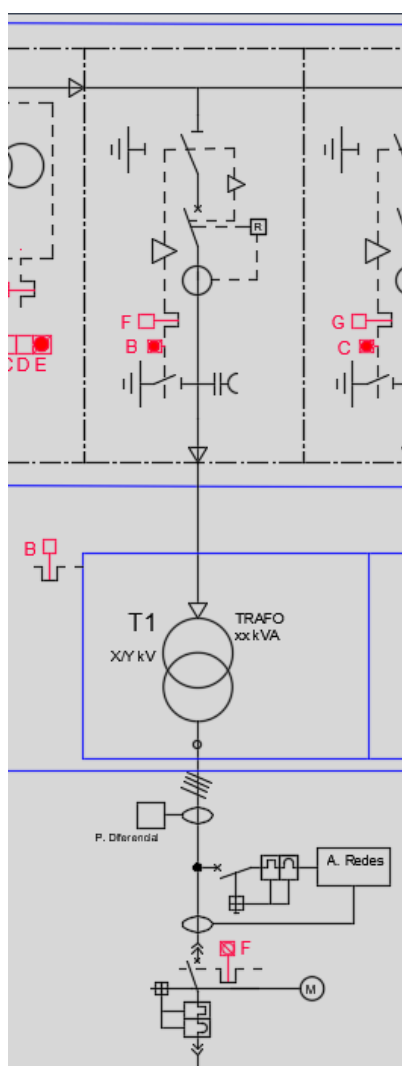

Figura 3
- **Celda de protección de transformador (enclavamiento A1):** su seccionador de puesta a tierra solo podrá cerrarse si se desbloquea mediante la llave liberada del correspondiente interruptor de acometida del CGBT en posición abierta, estando el interruptor de la celda también abierto. El cierre del seccionador de puesta a tierra liberará una segunda llave, utilizada bien para el acceso a al recinto del correspondiente transformador de potencia, bien para la apertura de la celda de medida (figura 3).
- **Puerta de acceso al recinto del transformador (enclavamiento C1):** contará con un intercambiador que liberará su llave al introducir la llave del seccionador de puesta a tierra de la celda del correspondiente transformador. Dicha llave liberada abrirá la puerta de acceso al recinto y quedará en poder del operador (figura 3).
- **Interruptor de acometida:** dispondrá de llave bloqueada que se liberará ante apertura del interruptor (figura 3).